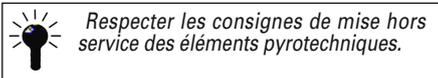

FIG.5
- Déverrouiller puis débrancher les deux connecteurs (6) (Fig.5).